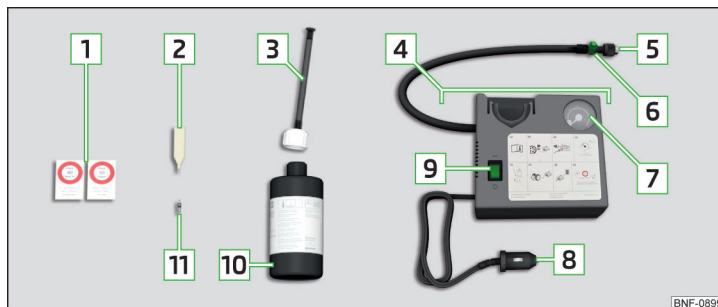

Fig. 255 Descripción del kit de averías
- Introducir el atornillador de inserto de válvula **2** » **fig. 255 de la pág. 236** sobre el inserto de válvula de la manera que el inserto de válvula cabe en la ranura del atornillador de inserto de válvula.
- Enrosque fija la manguera de llenado del neumático **7** » **fig. 255 de la pág. 236** sobre la válvula del neumático.